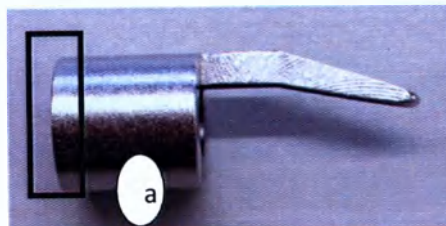

Рисунок 21. Насадка фокусирующего наконечника
Насадки фокусирующего наконечника (рис.21) предназначены для соблюдения требуемой дистанции от окна фокусирующего наконечника до области операции.
3. Подключите к разъему подключения блока питания (8, рис.6) Блок питания (1, рис.21), к которому подсоединен Шнур питания (2, рис.22) с помощью разъема (1,а,рис.22).
12. Если вы используете для операции фокусирующий наконечник (рис.20)-присоедините к нему насадку фокусирующего наконечника(рис.21).